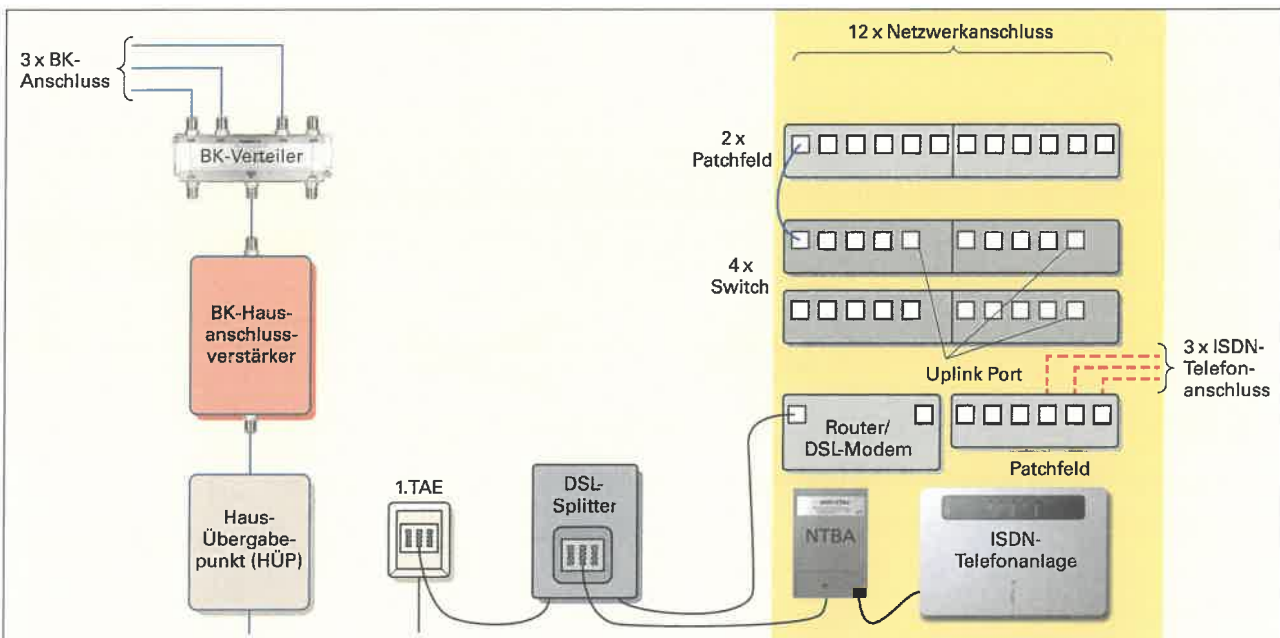

Bild 3: Multimedia-Verteilerschrank
5. Ein Multimedia-Verteilerschrank soll für verschiedene Räume insgesamt 3 BK-Anschlüsse, 12 Netzwerkanschlüsse und 3 ISDN-Telefonanschlüsse bereitstellen. Ergänzen Sie die fehlenden Verbindungen im Multimedia-Verteilerschrank (Bild 3).